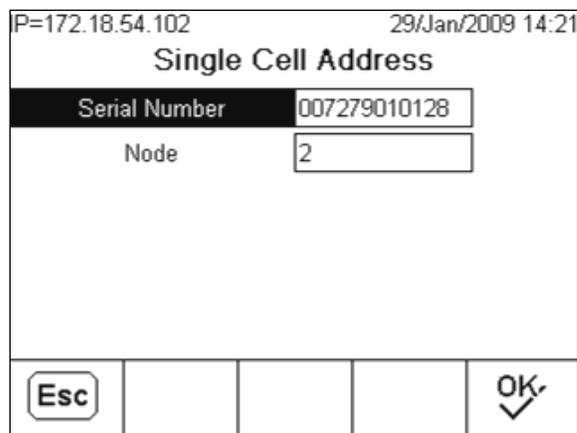

Figura 3-12: Schermata assegnazione indirizzo singola cella PDX
4. Quando l'IND780 ha rilevato la cella di carico, vengono visualizzati il numero di serie e l'indirizzo del nodo corrente della cella (Figura 3-12). Se non sono rilevate celle, sul display viene visualizzato: